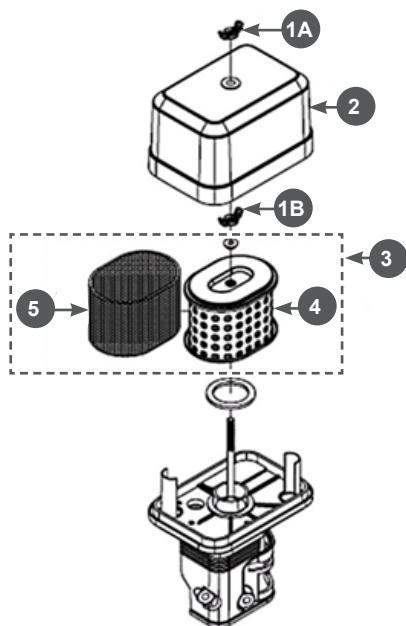

Рис. 20 Обслуживание воздушного фильтра
1. Открутите барашковую гайку 1А и снимите крышку 2 воздушного фильтра (Рис. 20).
2. Открутите барашковую гайку 1В и извлеките из корпуса воздушный фильтр 3 в сборе (Рис. 20).
трующий элемент 5 установлен на корпусе бумажного фильтрующего элемента 4 (Рис. 20).
4. При незначительном загрязнении промойте предварительный поролоновый фильтрующий элемент 5 (Рис. 20) теплым мыльным раствором и просушите. Поврежденный или сильно загрязненный поролоновый фильтрующий элемент замените.
Бумажный фильтрующий элемент 4 (Рис. 20) не подлежит очистке, необходима его замена. Не продувайте основной бумажный фильтрующий элемент сжатым воздухом, не промывайте его в бензине и других растворителях.